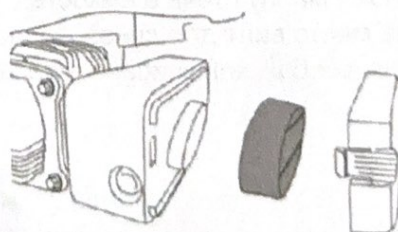

Рис. 19
- Извлеките фильтр из корпуса и постучите им по твердой поверхности, чтобы удалить пыль (рис. 19).